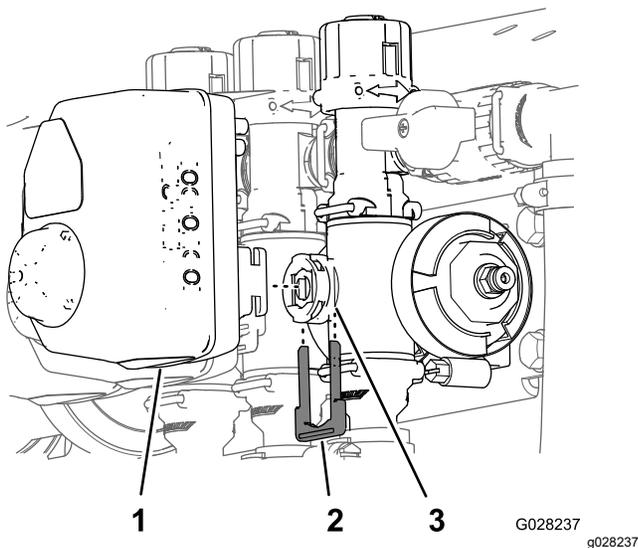

Bild 67
3. Entfernen Sie den Halter, mit dem der Aktuator am Verteilerventil für das Ventil für die Dosierungssteuerung, das Rührwerk, den Hauptabschnitt oder das Abschnittventil befestigt ist (Bild 67).